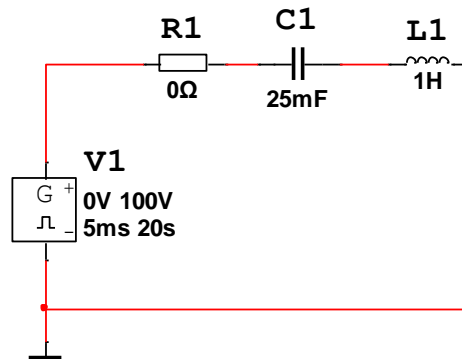

Рисунок 2 – Схема исследуемого колебательного контура
1. Собрать схему колебательного контура (рис. 2) в соответствии с вариантом задания и превратить контур в идеальный, установив сопротивление резистора равным 0.